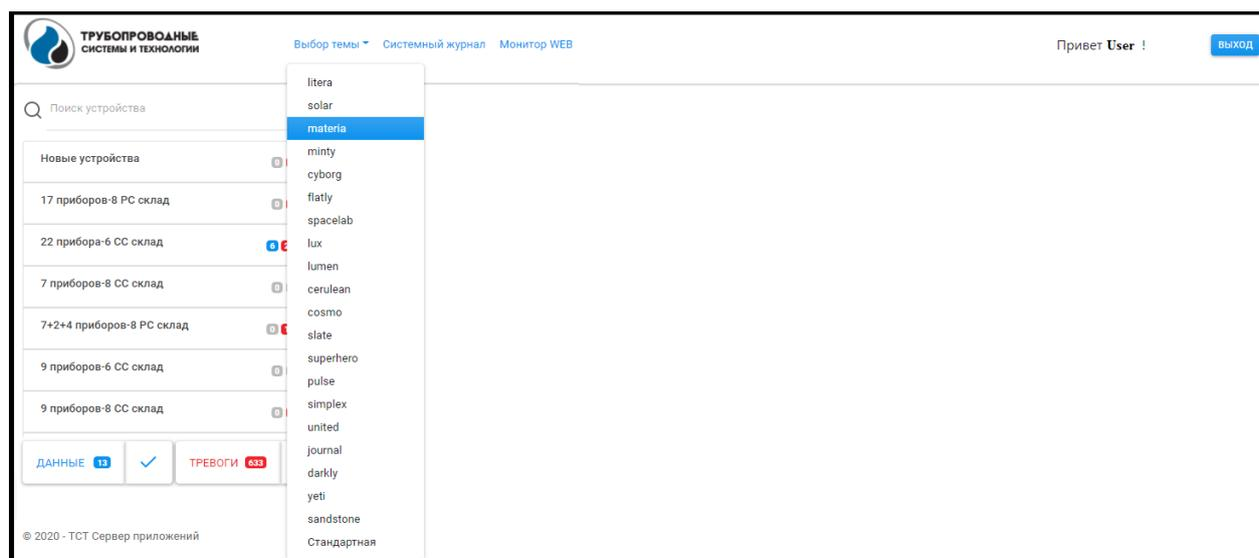

Рисунок 3 – Выбор темы оформления основного окна ПО
3.4.2 Раздел меню «Выбор темы» предназначен для выбора оформления главного окна программы и представляет собой выпадающий список с темами (рисунок 3).